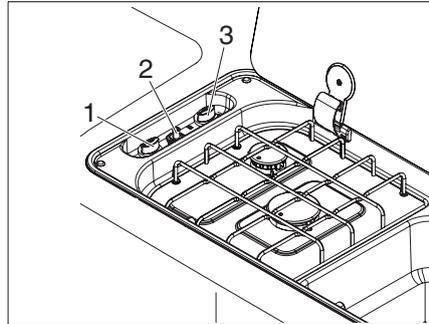

Bild 69 Bedienelemente für Gaskocher
- ▶ Drehregler (Bild 69,1 oder 3) der gewünschten Brennstelle auf Zündposition (große Flamme) drehen.
- ▶ Zündtaste (Bild 69,2) drücken.
- ▶ Drehregler (Bild 69,1 oder 3) auf 0-Stellung drehen. Die Flamme erlischt.